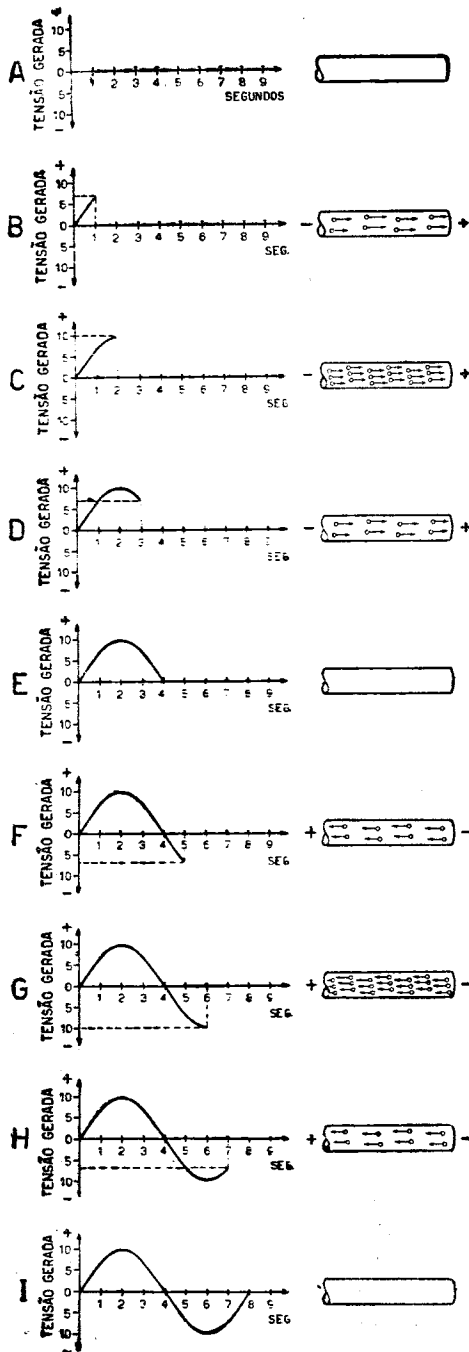

FIG. 3
G) Decorreram 6 segundos; a tensão atingiu novamente o seu valor máximo, porém, em sentido contrário ao máximo anterior (fig. 3). Consequentemente, haverá forte corrente no fio, mas sempre no sentido oposto ao assumido anteriormente.